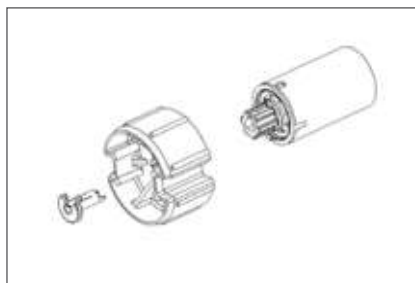

Figure 2: verrouillage de sécurité de l'accouplement
3. Installez l'accouplement et insérez le verrouillage de sécurité (article 288500) de l'accouplement (figure 2).